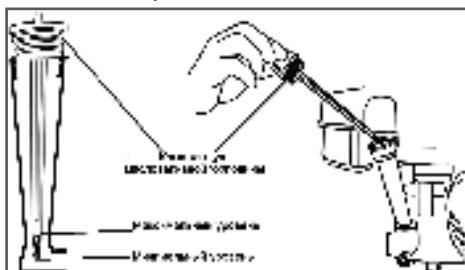

Рис. 9 Проверка уровня масла
- Открутите крышку-щуп маслозаливной горловины (Рис. 9).